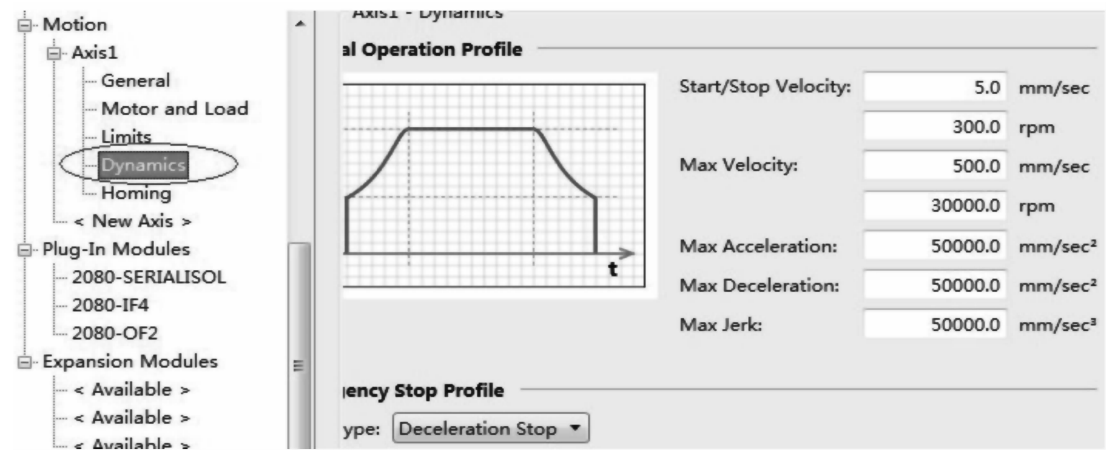

图 7-24 “Dynamics” 配置
5) 配置“Dynamics”，该选项中可以配置起动/停止速度、最大速度、加速度等，配置如图 7-24 所示。